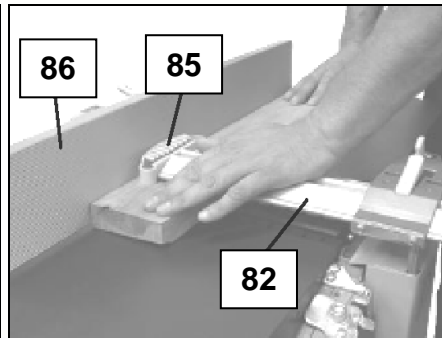
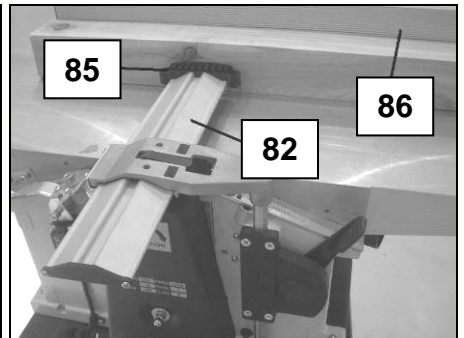

Fig 59
Fig 60
**Pièces de bois fines** (Fig 59):
- Réglez le protecteur (82) au maximum de sa profondeur: le peigne en plastique (85) doit être contre le guide (86).
**Pièces de bois épaisses** (Fig 60):
- Abaissez le protecteur (82) à son maximum.
- Placez la pièce de bois contre le guide (86).
- Positionnez le protecteur contre la pièce de bois: le peigne en plastique (85) doit exercer une légère pression sur celle-ci.